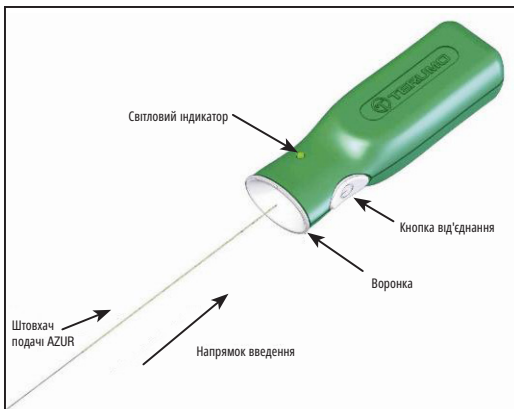

Рисунок 2. Контролер від'єднання AZUR
15. Перед використанням виробу вийміть проксимальний кінець штовхача подачі із пакувального обруча. Будьте обережні, щоб уникнути забруднення цього кінця штовхача подачі сторонніми речовинами, як-от кров або контраст. Щільно вставте проксимальний кінець штовхача подачі в секцію воронки контролера від'єднання AZUR. Див. рисунок 2. **Не натискайте при цьому кнопку від'єднання.**
35. З'єднайте проксимальний кінець штовхача подачі з контролером від'єднання AZUR, щільно вставивши проксимальний кінець штовхача подачі в секцію воронки контролера від'єднання AZUR. Див. рисунок 2.